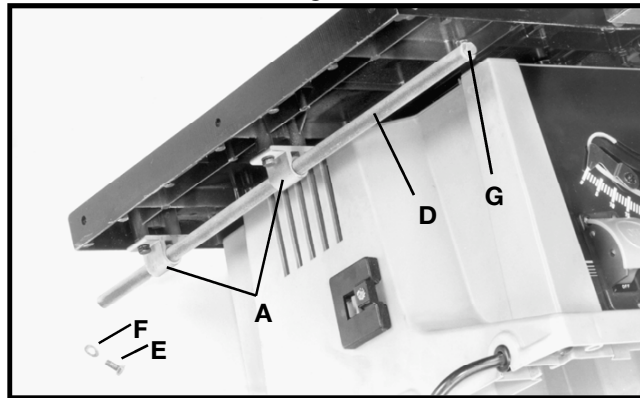

Fig. 30
2. Insérer la tige (D) fig. 30, dans les trous des supports (A) comme indiqué. Puis visser et serrer la vis à tête hexagonale (E) 6,4 mm - 20 x 12,7 mm (1/4 po - 20 x 1/2 po) et enfiler une rondelle plate (F) de 6,4 mm (1/4 po) sur l'extrémité avant de la tige (D) comme indiqué en (G). Assembler l'autre tige sur le côté opposé de la scie de la même manière.